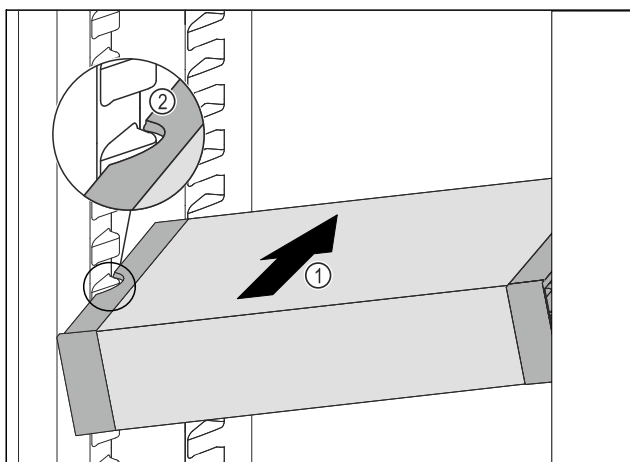

Fig. 87
- Zasuňte VarioSafe do chladničky pod úhlem tak Fig. 87 (1), aby vybrání na bocích Fig. 87 (2) VarioSafe byla na úrovni žebrování na nádoby v chladničce.